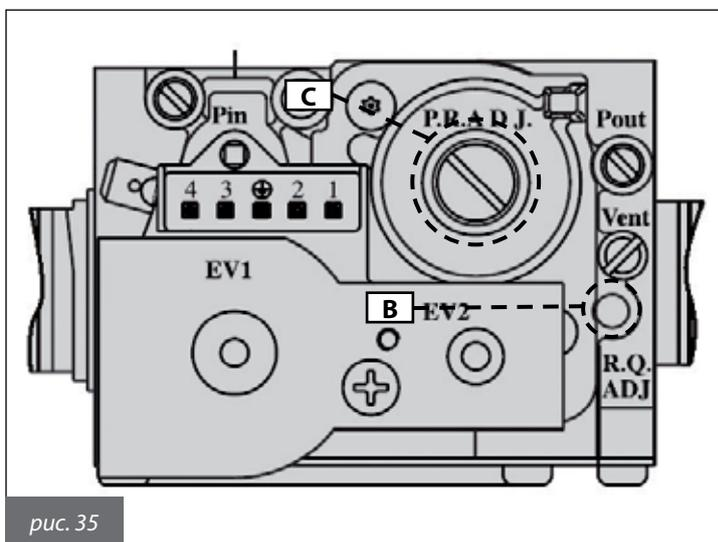

рис. 35
- Удостовериться, что комнатный термостат (опция), если таковой имеется, включен (ON).
- Отрегулировать уровень содержания углекислого газа (CO₂) в дымовых газах с помощью соответствующего регулятора **В** (рис. 35) и удостовериться, что его величина находится в пределах, указанных в табл. 20. Не выключая режим «трубочист», перейти к следующему этапу — регулировке минимальной мощности.